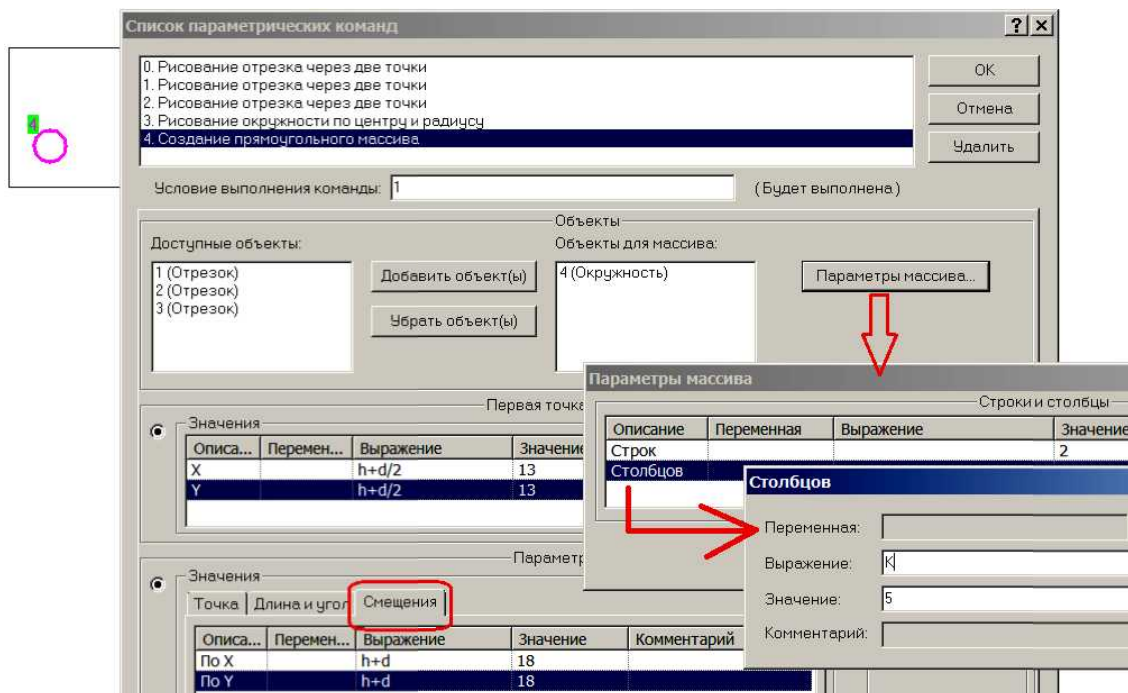

Рис. 2.11. Фрагмент диалога для команды Массив
3) Теперь можно построить прямоугольный массив отверстий. Нужно выбрать команду Прямоугольный массив и последовательно выполнить все ее шаги – выбрать копируемый объект, а остальные параметры выбрать произвольно. Уточнение параметров команды будет выполнено на этапе редактирования (рис. 2.11).
При заполнении параметров этой команды, нужно обязательно нажать кнопку Параметры массива (см. рис. 2.11) и уточнить число строк и столбцов массива. Число рядов массива равно всегда двум, а число столбцов зависит от условия прочности и равно переменной К. Кроме того, необходимо заполнить поля таблицы Первая точка массива и таблицы Параметры массива, расположенные в нижней части диалога. Таблицу Параметры массива заполняем по полю Смещения, задав одинаковое смещение  $h + d$  по горизонтали и вертикали (рис. 2.11).